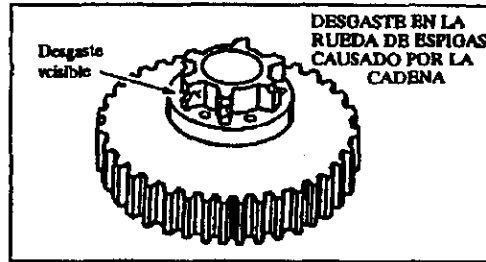

Figura 39
- Inspeccione la rueda de espigas con regularidad para ver si hay desgaste. Una rueda de espigas desgastada puede hacer que la cadena opere de forma irregular y reduce la vida útil de la barra y de la cadena. Figura 39.